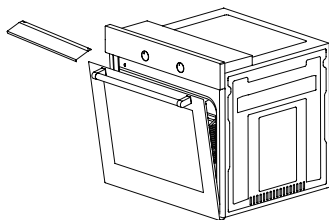

Figura 16
1. Posizionare lo schermo termico sotto il pannello di controllo aprendo lo sportello del forno (figura 16).